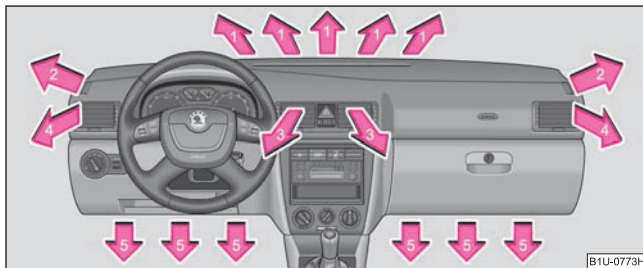
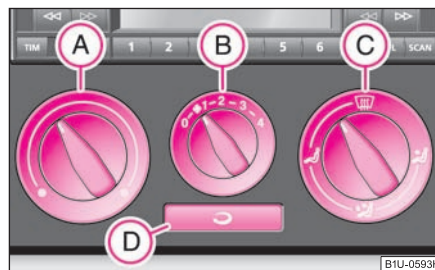

Fig. 94 Difusores de salida de aire
Fig. 95 Calefacción: Elementos de mando
La salida de aire para cada difusor se puede ajustar con el regulador (C) ⇒ fig. 95. Los difusores de salida de aire 3 y 4 ⇒ fig. 94 se pueden cerrar y abrir por separado.
De los difusores abiertos fluye, según la posición del regulador (A) ⇒ fig. 95 y según las condiciones climatológicas exteriores, aire calentado o sin calentar. ■
- Gire el regulador giratorio (A) ⇒ fig. 95 hacia la derecha para aumentar la temperatura.
- Gire el regulador giratorio (A) hacia la izquierda para bajar la temperatura.
- Pulsar la tecla - se encenderá el testigo de control en la tecla ⇒ página 80, fig. 95.